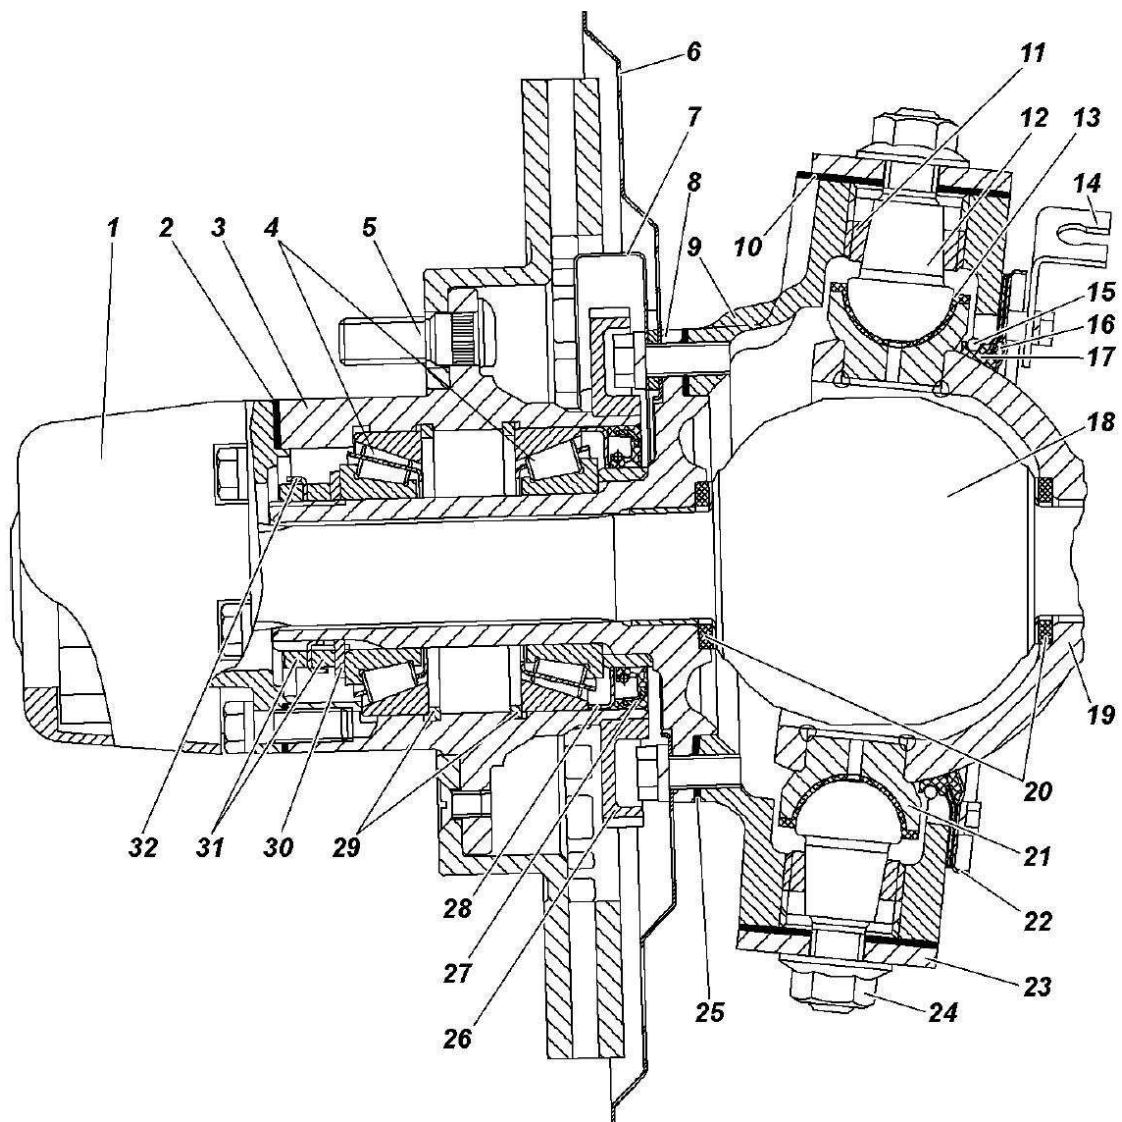
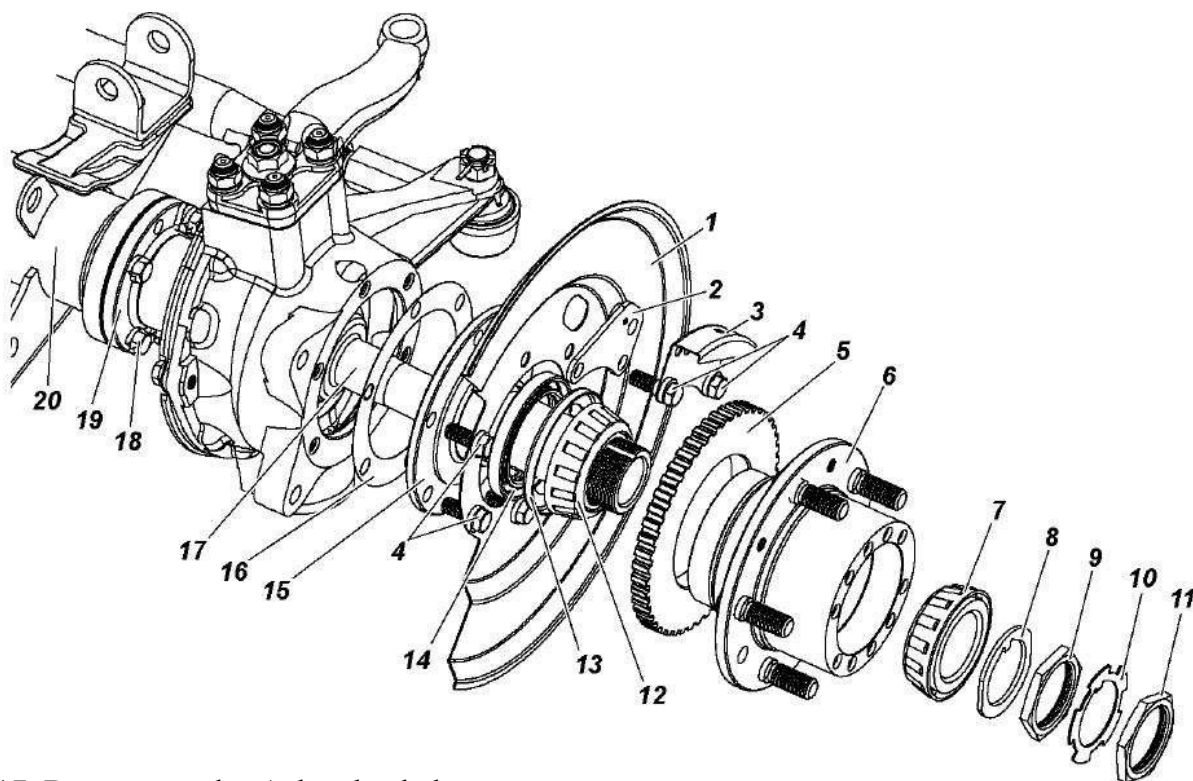

Abb. 15 Achsschenkel und Radnabe.
Abb. 17. Demontage des Achsschenkels:
Abb. 15 zeigt den Drehkranz der Vorderachse, der mit Gleichlaufgelenken vom Typ „Birfield“ und sphärischen Achsschenkelknoten ausgestattet ist.
Das Nachfüllen von Schmiermittel in die Kugelbolzen und in die Kugelgelenke vom Typ „Birfield“ (siehe Abb. 15) ist während des Betriebs nicht erforderlich. Bei einer Reparatur wird das Schmiermittel ausgetauscht. *Verwenden Sie nur empfohlene Schmiermittel. (Verwenden Sie zur Schmierung von Gleichlaufgelenken vom Typ „Birfield“ die Schmiermittel SHRUS-4u, SHRUS-4M oder importierte Äquivalente).*
Die Einstellung der Anzugsmoment der Kugelbolzen (siehe Abb. 15) des Achsschenkels erfolgt werkseitig mit einer Vorspannung entlang der gemeinsamen Achse der Bolzen.
Das Drehmoment beim Drehen des Kugelgelenks 19 (siehe Abb. 15) (oder des Gehäuses 8 des Achsschenkels, falls die Kugelgelenke nicht von der Halbachsmanschette getrennt wurden) in jede Richtung relativ zur gemeinsamen Achse der Achsschenkelbolzen muss im Bereich von 10–15 N·m (1,0–1,5 kgf·m) liegen.
2. Schrauben Sie die Klemmhülsen auf beiden Seiten bis zum Anschlag der Bolzen in die Einlagen ein und achten Sie dabei darauf, dass die Abmessungen A und B (Abb. 17) von den Stirnseiten des Gehäuses 9 (siehe Abb. 15) des Drehgelenks bis zur Kugel der Kugelgelenklagerung 17 gleich sind. Eine Abweichung der Maße A und B von maximal 0,2 mm ist zulässig. Um
ausreichender Genauigkeit sollte die Messung der Maße A und B in der Ebene B erfolgen (siehe Abb. 15).
Die Abweichung zwischen den Maßen A und B (siehe Abb. 17) darf den oben genannten Wert (0,2 mm) nicht überschreiten.
Das Drehmoment des Kugelgelenks 17 (siehe Abb. 15) (oder des Gehäuses 8 des Achsschenkels, falls die Kugelgelenke nicht von der Halbachsmanschette getrennt wurden) in jede Richtung relativ zur gemeinsamen Achse der Achsschenkel muss im Bereich von 10–15 N·m (1,0–1,5 kgf·m) liegen.
Der Spurb Abstand bei normalem Reifendruck muss so sein, dass das Maß A (Abb. 17), gemessen an der Mittellinie der Reifenflanken vorne, $0,5\text{--}1,5\text{ mm}$ kleiner ist als das Maß B hinten.